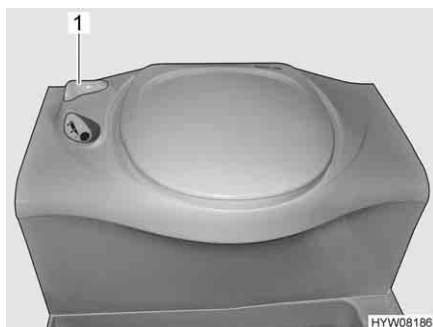

Bild 260 Thetford-toalett
- Öppna spjället på Thetford-toaletten före spolning. Därtill vrids spjällspaken (Bild 260,1) moturs.
- Efter spolning stängs spjället. Därtill vrids spjällspaken (Bild 260,1) medurs.